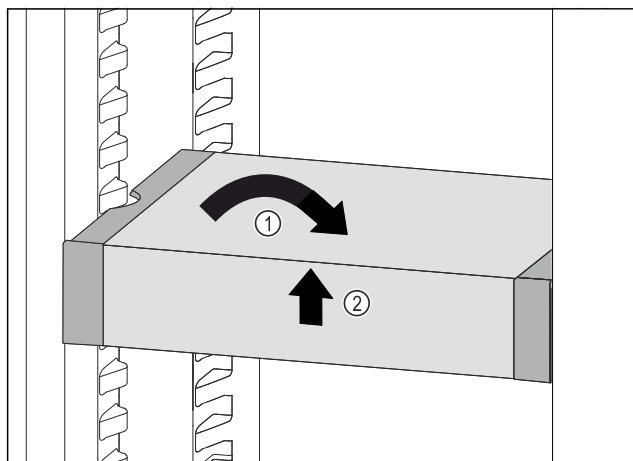

Fig. 100
- Ispravite VarioSafe. Fig. 100 (1)
- Podignite sprijeda VarioSafe. Fig. 100 (2)